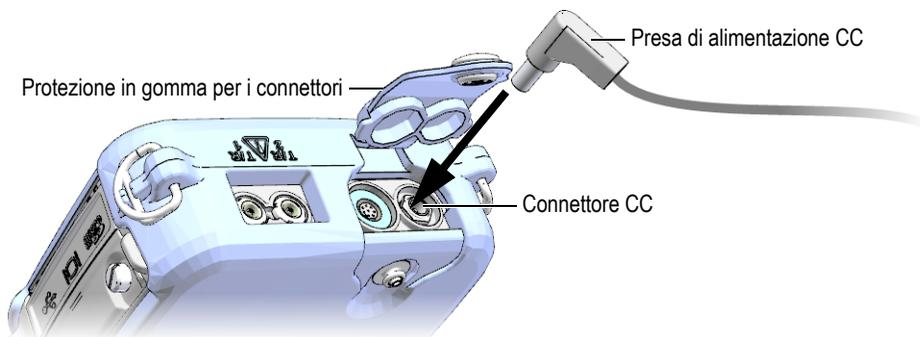

Figura 2-3 Collegamento alla presa di alimentazione CC
2. Nel 38DL PLUS, sollevare la protezione in gomma che copre il connettore CC del 38DL PLUS (vedere Figura 2-3 a pagina 41).
3. Collegare la presa di alimentazione CC del caricabatterie-alimentatore al connettore CC (vedere Figura 2-3 a pagina 41).